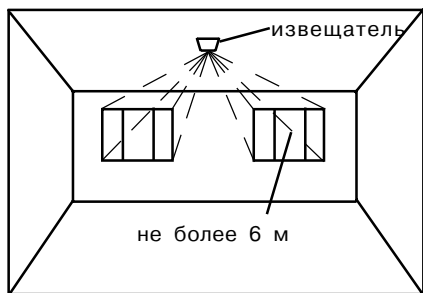
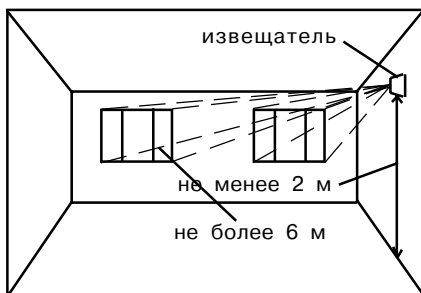
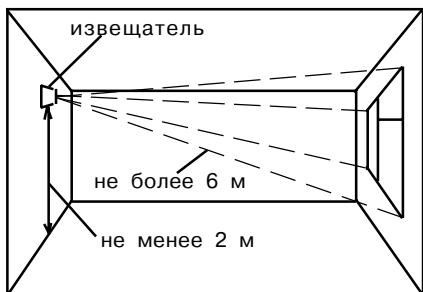
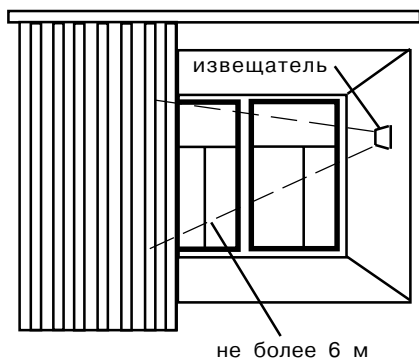

Рис. 29 Установка на потолке
Рис. 30 Установка на боковой стене
Рис. 31 Установка на противоположной стене
Рис. 33 Установка между
- допускается установка извещателя на любой из боковых (рис. 30) или противоположной (рис. 31) стене, а также на потолке помещения (рис. 29 и 32) или в простенке между охраняемым стеклом и занавесями (рис.33);